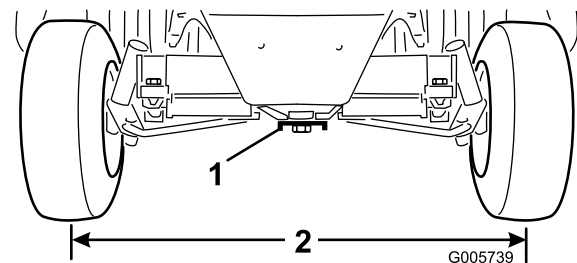

Bild 51
2. Lösen Sie die Klemmmuttern an beiden Spurstangen und stellen Sie die Stangen ein, bis der Mitte-zu-Mitte-Abstand an den Vorder- und Hinterrädern gleich ist (Bild 51).